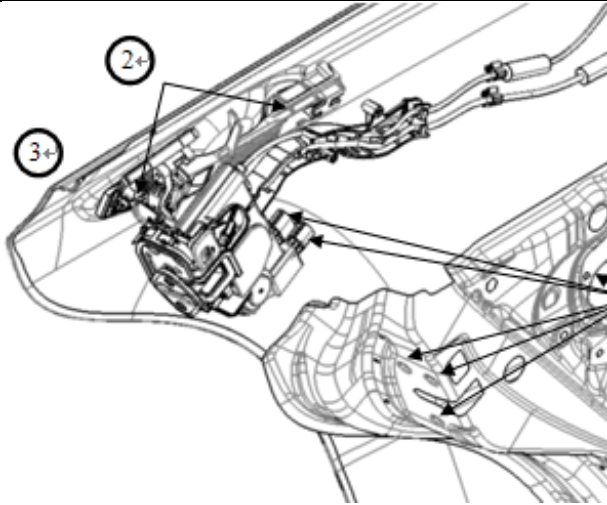

图 2-8-2 左后门锁体周边局部放大图
- 1、拆下如图 2-8-2 所示位置的螺钉和螺栓，需要的话要先拆下相应的贴片和堵盖，拆下锁体上的线束接插件；